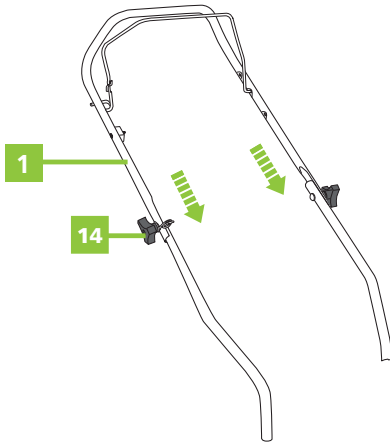
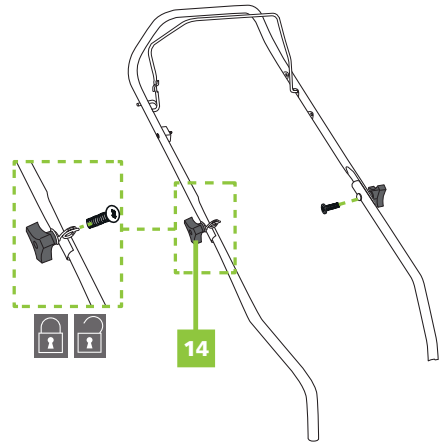

Abbildung 4
Abbildung 5
4. Setzen Sie den oberen Lenker (1) auf (Abb. 4) und ziehen Sie die Bedienelemente (14) im Uhrzeigersinn fest, um sie zu halten (Abb. 5).